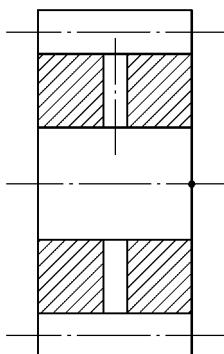

图 12-2 创建块“cl”(齿轮)
- 2) 创建块“cl”（齿轮），以左端面中点为基点，如图 12-2 所示。插入块“cl”至泵体主视图中，插入点为 A、B 两点，如图 12-3 所示。